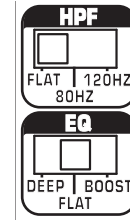

Figura 1
2. Sitúe los interruptores de HPF y EQ en las posiciones Planas (Figura 1).